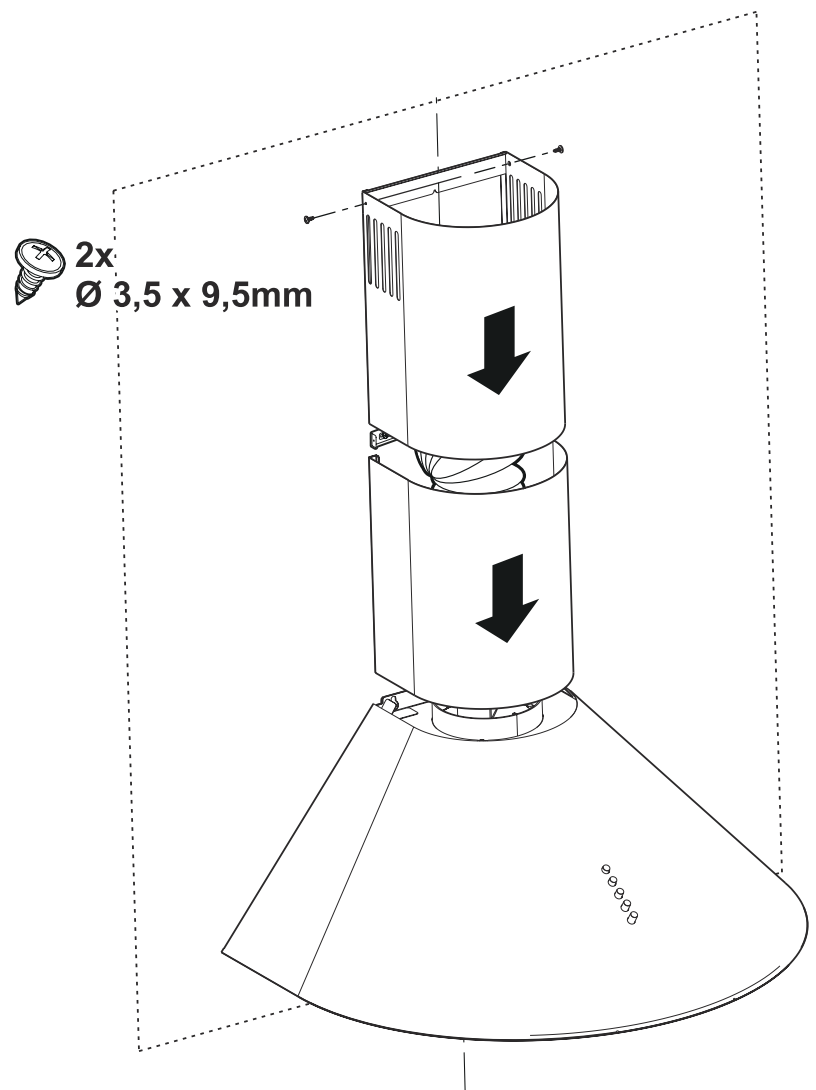

Fig. 9
Indvendig og udvendig skorsten sættes ind i hinanden (Fig. 9)
- Træk nu den indvendige skorsten op mod loftet. Fastgør denne med 2 skruer på siderne i toppen(Fig. 9)